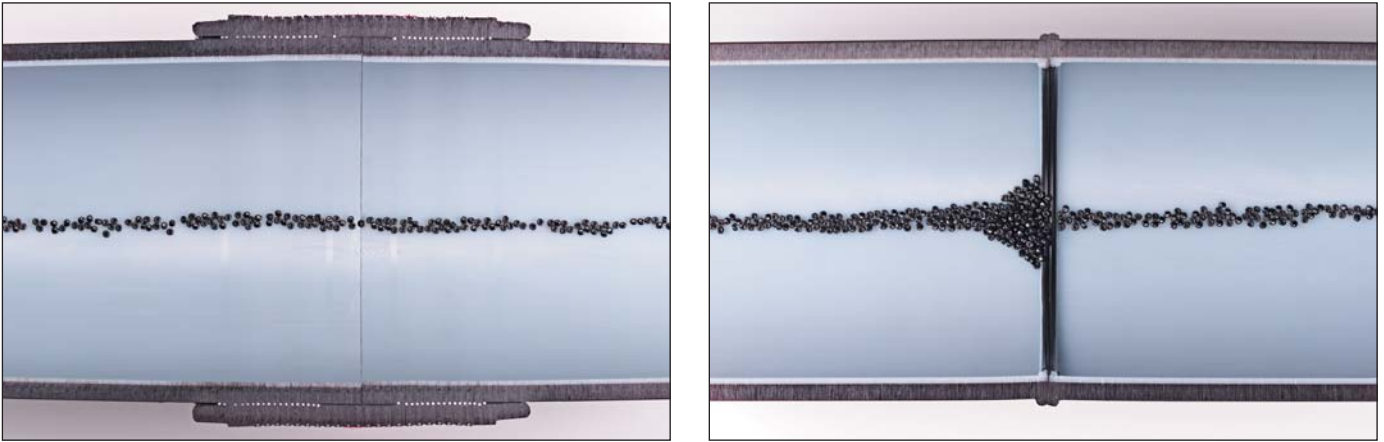

Bild 6: Vergleich einer Heizwendelschweißung (links) und einer Stumpfschweißung (rechts)
- kein Schweißwulst an der Rohrinenseite (siehe Bild 6)